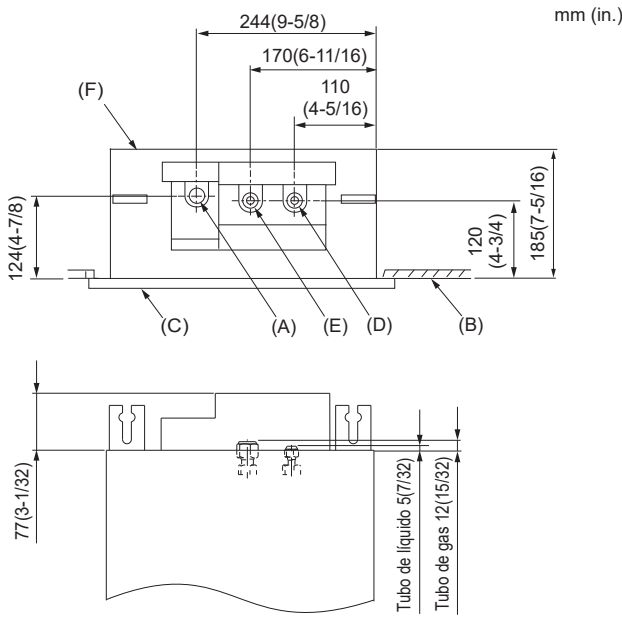

Fig. 3-3
- (A) Las partes centrales de la abertura del techo y la unidad interna deben estar alineadas.
- (B) Lado exterior de la rejilla
- (C) Abertura del techo
- (D) Paso del perno
- (E) Caja de componentes eléctricos
3.3. Ubicaciones de los tubos de refrigerante y drenaje de la unidad interior (Fig. 3-3)
- (A) Tubo de drenaje
- (B) Techo
- (C) Rejilla
- (D) Tubo de refrigerante (líquido)
- (E) Tubo de refrigerante (gas)
- (F) Unidad principal